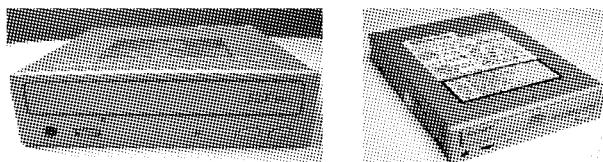

图 3-4 CD-ROM
- 光存储设备,如 CD-ROM(见图 3-4)、CD-RW、DVD 等。